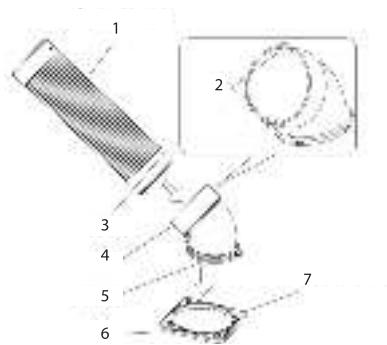

Рис.1
1. Способ установки: поворотное колено установите в монтажное отверстие на корпусе прибора и поверните против часовой стрелки. (рис.1).
2. Установите воздуховод холодного воздуха в поворотное колено и поверните влево(рис.1).